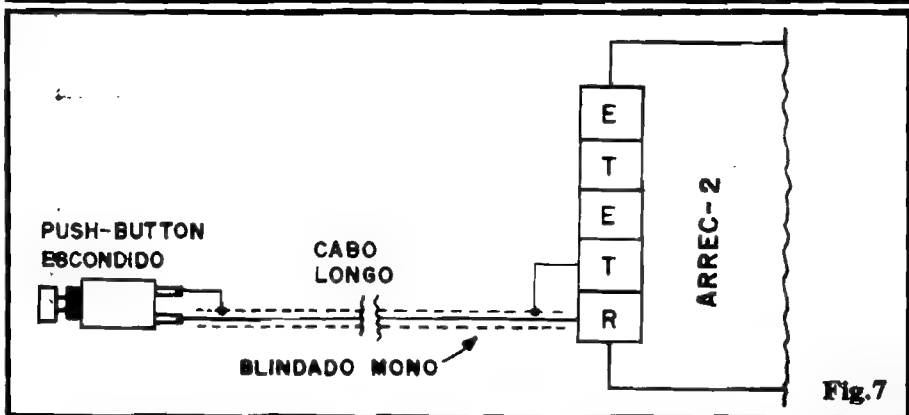

Fig.7
**- FIG. 7 - INSTALAÇÃO OPCIONAL DO PUSH-BUTTON POR CABO BLINDADO MONO**